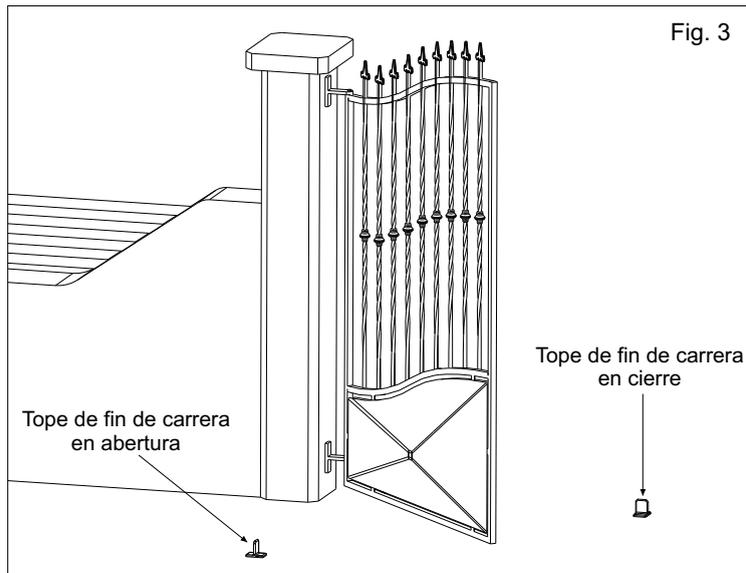

Fig. 3
- E.** pues que no están previstos los fin de carreras en el actuador, es necesario instalar algunos toques mecánicos de fin de carreras para fijarlos en el suelo en cierre y en abertura (Fig. 3).